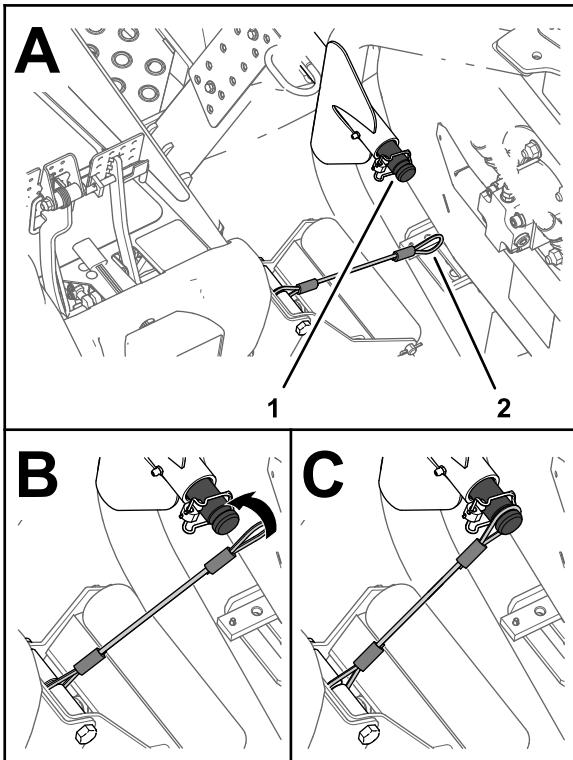

Figure 71
- Placez le cordon devant l'arbre porteur du bras de levage de l'unité de coupe extérieure avant (Figure 71).
6. Enfilez la boucle du cordon sur l'arbre porteur et engagez-le complètement dans la gorge de l'arbre (Figure 71).